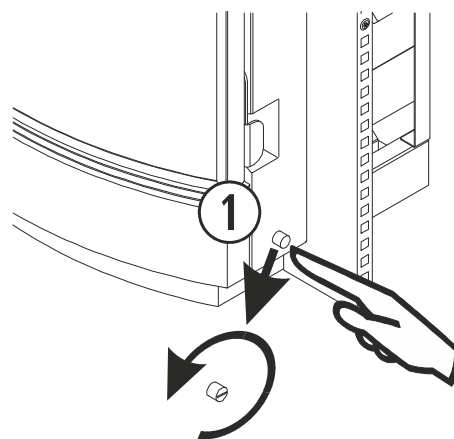

Figura 33
- 6.11.** Nel caso in cui il motore riduttore non giri e il visualizzatore indichi gli impulsi, la prima cosa che dobbiamo fare è scollegare la stufa e verificare se il termostato di sicurezza è attivato. *Con la stufa scollegata*, controllare il termostato di sicurezza che si trova all'interno della stufa. Troveremo i termostati di sicurezza e riarmo nei modelli di stufa, accedendo sempre dal laterale destro (aprire la porta laterale destra). Uno montato sulla camera di combustione e l'altro nella parte inferiore del serbatoio. Nei modelli ad incasso, il termostato del serbatoio mantiene la posizione bassa del serbatoio, ma il termostato di sicurezza relativo alla camera di combustione si può attivare dall'esterno dell'incasso, svitando il tappo che lo protegge. Nel modello ad incasso *ECO III insert (figura 33)*, lo troviamo nella parte inferiore del laterale destro. Invece, nel modello *Córdoba*, si accede al termostato aprendo la porta del focolare, nel laterale destro, sopra al sistema di chiusura della porta. Per attivarlo si deve premere il bottone, se il termostato è attivato sentirà un "clac". Se il termostato di sicurezza era già stato attivato in precedenza, consulti il suo fornitore.
①	Termostato de seguridad y rearme.